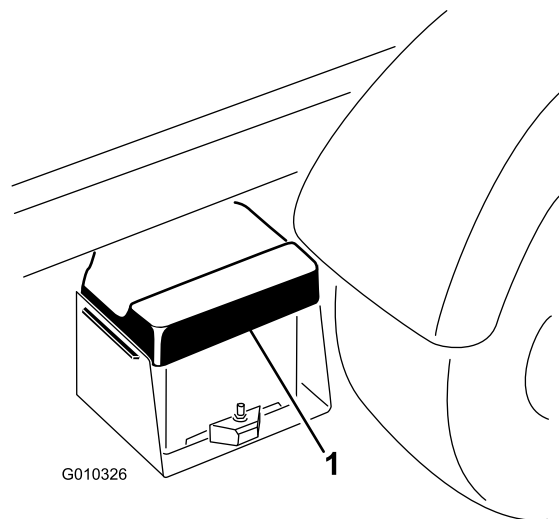

Bild 51
1. Drücken Sie die Batterieabdeckung zusammen, um die Nasen aus dem Batterieunterteil zu lösen, und nehmen Sie die Batterieabdeckung vom Batterieunterteil ab (Bild 51).